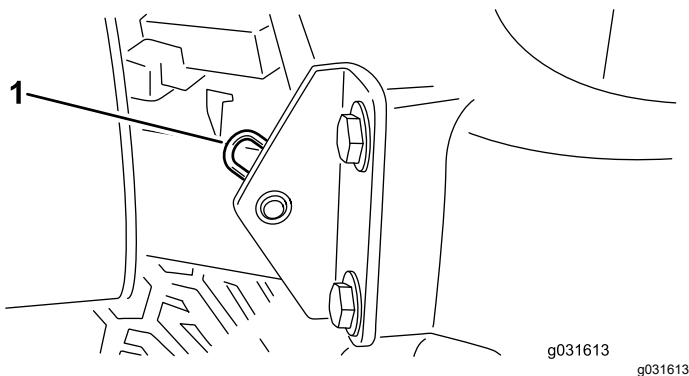

Bild 32
2. Entfernen Sie den Splint, mit dem das Gelenk der Motorhaube an den Befestigungshalterungen befestigt ist (Bild 32).